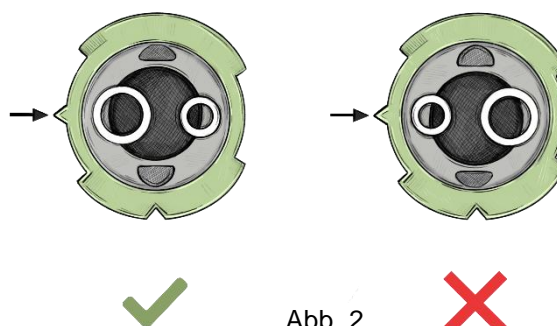

Abb. 2
2. Überprüfen Sie, ob sich der dreieckige Vorsprung der Mutter der Applikatorspitze direkt über der größeren Öffnung befindet (Abb. 2) befindet. Ist dies nicht der Fall, halten Sie den Schaft der Applikatorspitze fest und drehen Sie die Mutter, bis sich der dreieckige Vorsprung über der größeren Öffnung befindet. Eine falsche Position des Vorsprungs relativ zur großen Öffnung verhindert, dass die Applikatorspitze mit der Spritze verbunden werden kann.